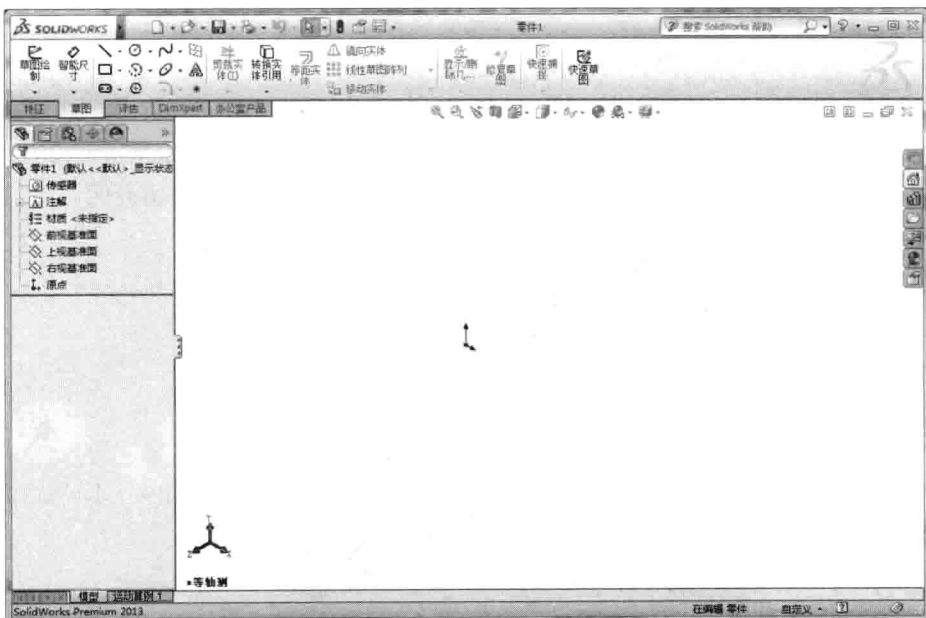

图 1-3 【零件 SolidWorks 用户界面】对话框
- (1) 单击 SolidWorks 使用界面上面的按钮，出现【新建 SolidWorks 文件】对话框。
- (2) 单击【零件】选项，再单击【确定】按钮，出现零件 SolidWorks 用户界面对话框，如图 1-3 所示。